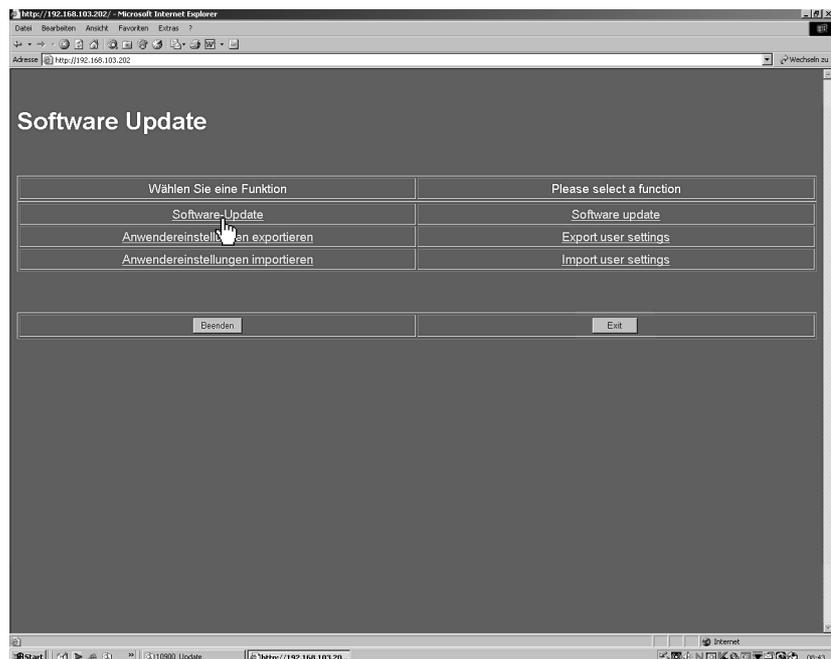

Bild 5-10: Anzeige des Software-Update-Programms in einem Internet-Browser
- Klicken Sie auf „Software-Update“ (siehe Bild 5-10), wenn Sie ein Update durchführen möchten. Folgen Sie dann den Anweisungen in Abschnitt 5.3.
2. Im Browser-Fenster erscheint das Software-Update-Programm des SurroundMonitor 10900 (siehe Bild 5-10). Wählen Sie „Software-Update“.